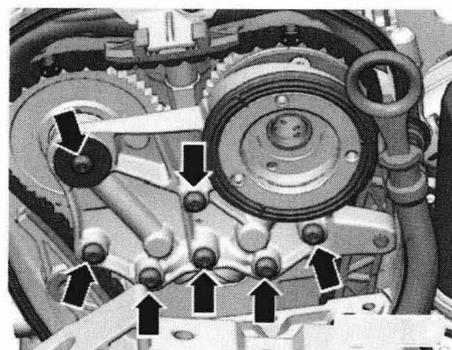

图 1-1-3
(3) 如图 1-1-3 所示，拧下轴承盖上的螺栓，取下轴承盖。
- (11) 安装凸轮轴正时链张紧轨。
- (12) 安装凸轮轴正时链滑轨。
- (13) 套上轴承桥并用手拧紧螺栓（图 1-1-3）。